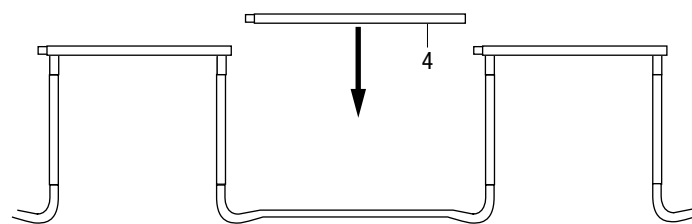

fig. 3.2
- b) In seguito aggiungere le altre tubature del telaio (4) negli spazi intermedi situati tra le gambe fisse (6), inserendole le une sulle altre (fig. 3.2)